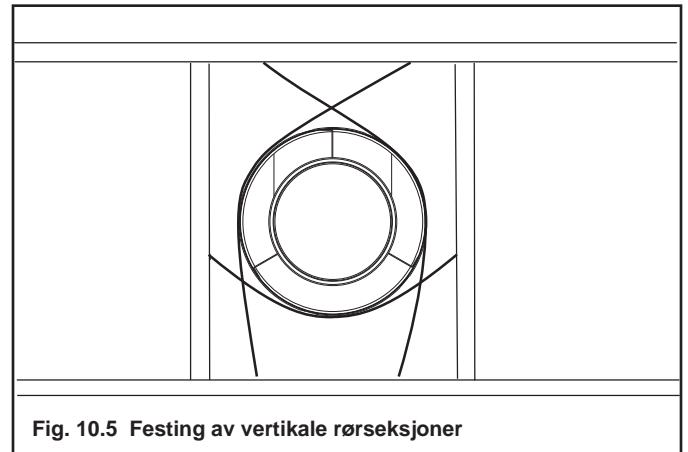

Fig. 10.5 Festing av vertikale rørsesjoner
- Ventilstøtter og rørleggingsremmer (plassert 120° fra hverandre), kan benyttes som støtte. Se Fig. 10.5 og 10.6.